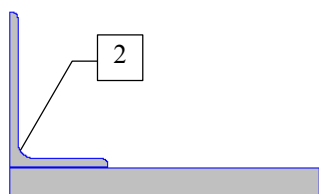

Рис. 53. Установка первого уголка
- ✦ нажать кнопку **Поставить**, уголок [2] появится сверху слева (рис. 53);